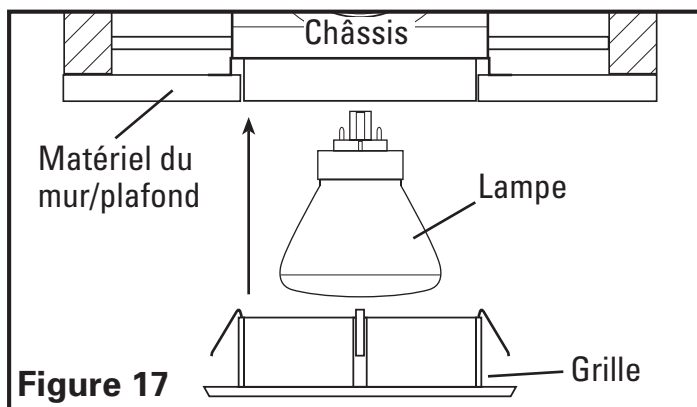

Figure 17
- 1a. **Modèles avec lumière à halogène :** Installez la lampe à halogène incluse en l'insérant délicatement dans la douille et en la faisant tourner jusqu'à ce qu'elle soit bien positionnée (Figure 17).
- 1b. **Modèles avec lampe fluorescente :** Installez la lampe fluorescente à quatre tiges en l'insérant délicatement dans le culot et en la poussant vers l'intérieur jusqu'à ce qu'elle soit bien positionnée (Figure 17).
REMARQUE : La lampe fluorescente est illustrée à la Figure 17.
2. Installez la grille dans le châssis de la grille de plafond en la poussant fermement vers l'intérieur, vers le châssis, jusqu'à ce qu'elle soit à effleurement du matériau du mur ou du plafond. (Figure 17).
Modèles à halogène : Retirez la lampe en la faisant doucement tourner jusqu'à ce qu'elle se libère de la douille et remplacez-la avec une lampe Air King modèle 50WHA ou équivalent de 50 watts, MR16, 120 volts EXN/GU10. (Figure 17) .
Modèles à fluorescents : Retirez la lampe en la faisant balancer doucement tout en tirant vers l'extérieur jusqu'à ce qu'elle se libère de la douille et remplacez-la exclusivement avec une lampe Air King modèle 14WFW (Figure 17).